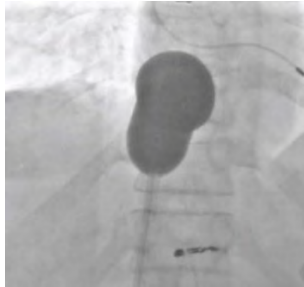

Figura 26
- (d) Con el globo caudal aún desinflado, retraiga lentamente el catéter Isofuse® hasta que el globo cefálico esté en el cruce de la aurícula derecha y la vena cava inferior. Si es necesario, infle más el globo cefálico hasta que la hendidura del hiato diafragmático sea visible en el margen inferior (el globo adquirirá una apariencia en forma de bellota; véase la figura 26). No infle los globos más allá del volumen requerido para lograr un sellado adecuado. Nunca haga avanzar ni retraiga el catéter Isofuse® cuando ambos globos estén inflados. Si se encuentra resistencia durante la manipulación, determine la causa de la resistencia antes de continuar.